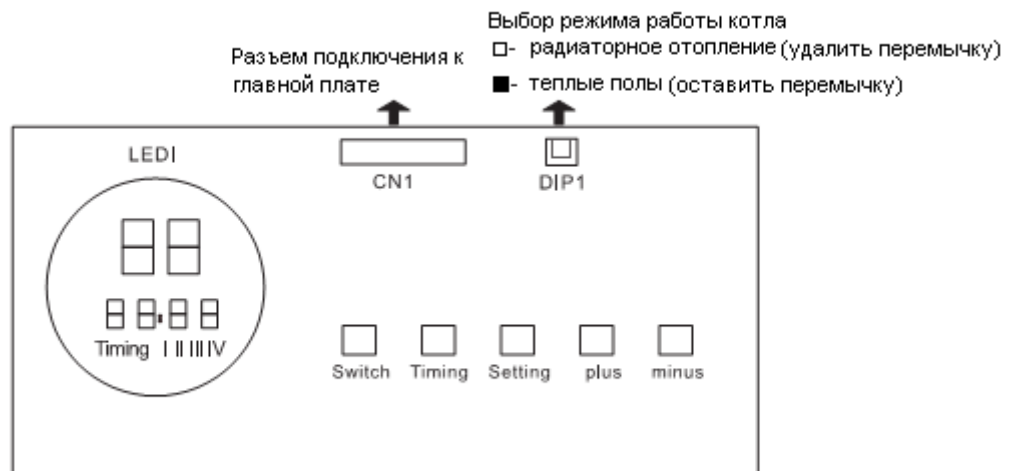

Рис.7
8. Если котел будет работать в радиаторной системе отопления – удалить перемычку на плате панели управления (рис.7)